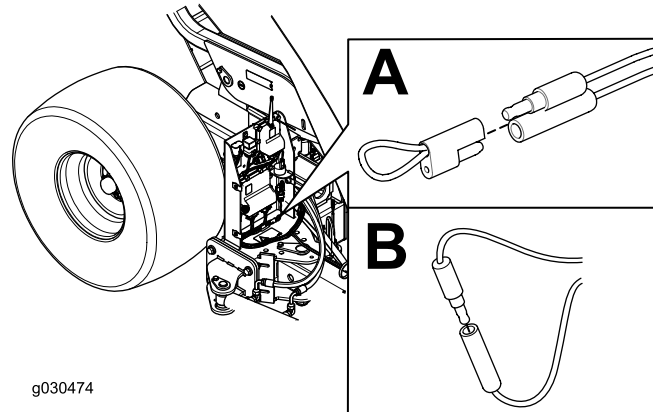

Figura 40
4. Tirate via il cappuccio fisso dei 2 connettori di derivazione di diagnostica (Figura 40, A).
5. Collegate i connettori di derivazione di diagnostica tra loro (Figura 40, B).